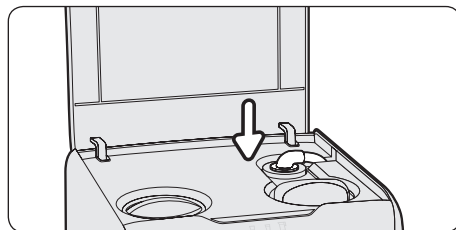

Figura 10
4. Encaixe o conector no compartimento e prenda o cabo no clip. (Figura 10).